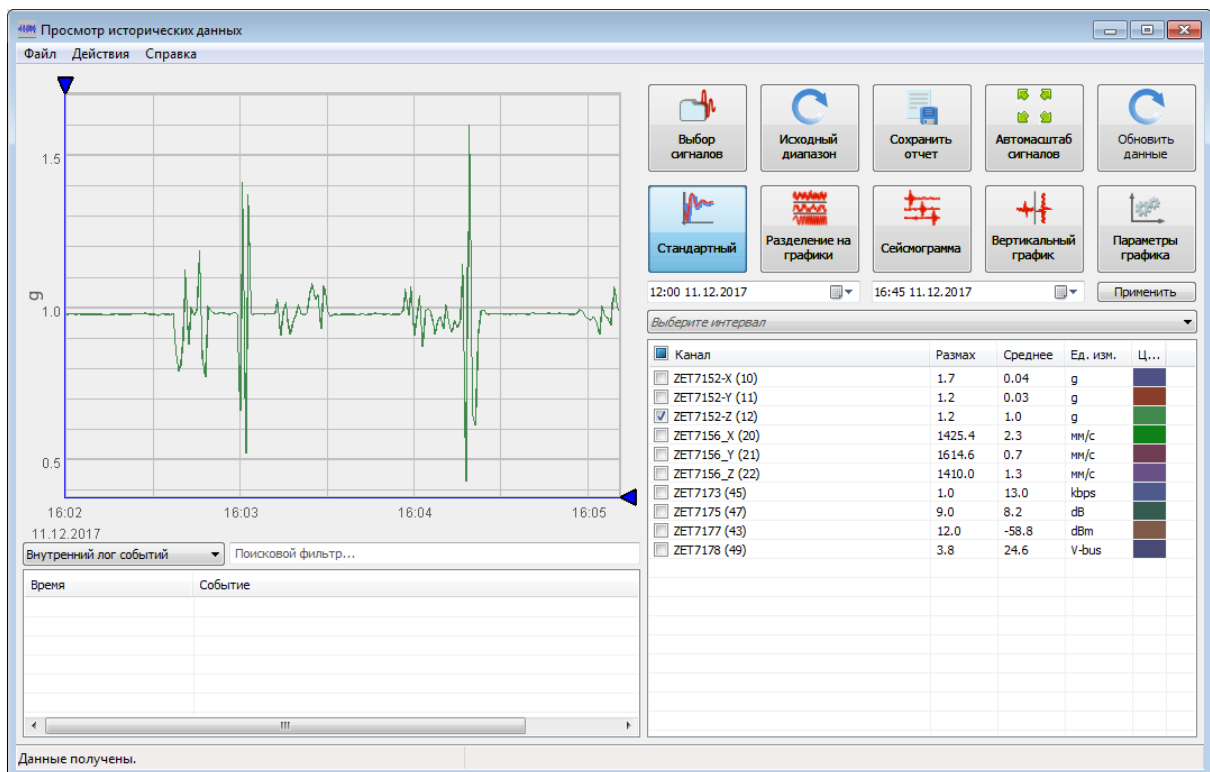

Рис. 3.4 Программа «Просмотр трендов»
7. В случае нажатия кнопки «OK» откроется окно программы «Просмотр трендов» (Рис. 3.4), предназначенной для анализа записанных сигналов.